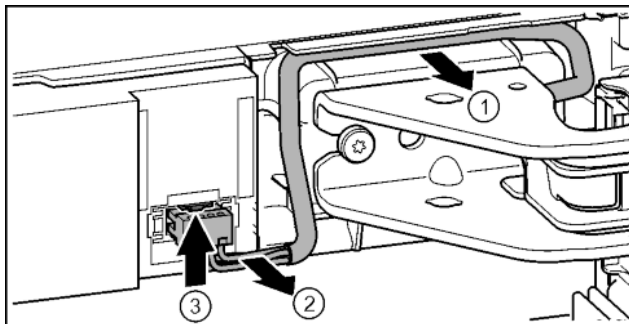

Fig. 17
- ▶ Kabel über Lagerbock vorsichtig aus der Führung lösen. Fig. 17 (1)
- ▶ Kabellitzen vorsichtig aus Kanal ziehen. Fig. 17 (2)
- ▶ Lasche nach oben drücken und Stecker vorsichtig herausziehen. Fig. 17 (3)